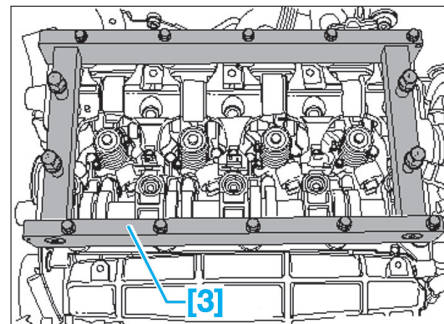

Fig. 72
- [4]. Outil de blocage de vilebrequin (ref. T10050) (Fig.72).
- [5]. Outil de blocage de vilebrequin (ref. T10100) (Fig.72).
- Extraire le palier d'arbres à cames, à l'aide de l'outil [3] (Fig.72).